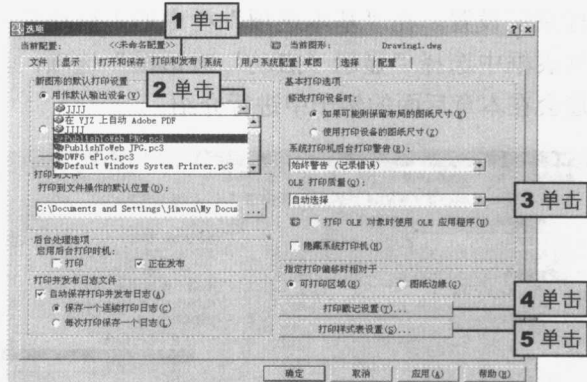
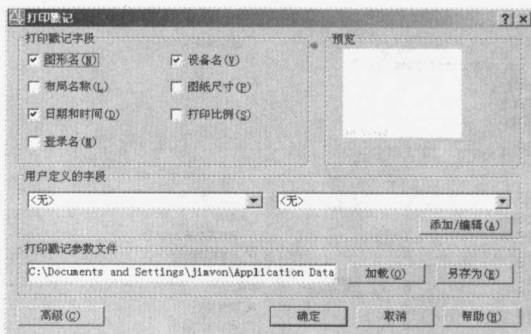
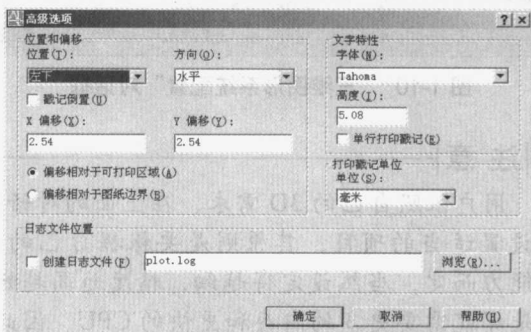

图 1-6 “打印和发布”选项卡
图 1-7 “打印戳记”对话框
图 1-8 “高级选项”对话框
step 07 设置“打印和发布”选项卡。在“选项”对话框中单击“打印和发布”标签，进入“打印和发布”选项卡，如图 1-6 所示。在此选项卡中主要可以在“新
在单击图 1-6 中标注 4 的按钮后，将弹出“打印戳记”对话框，如图 1-7 所示。在此对话框中可以设置打印戳记字段。单击其左下角的“高级(C)”按钮，弹出“高级选项”对话框，如图 1-8 所示。在这个对话框中，用户可以根据自己的实际需要设置打印的位置、字体样式等。有关打印方面的知识，会在后面的例子中重点介绍，故在此不做赘述。